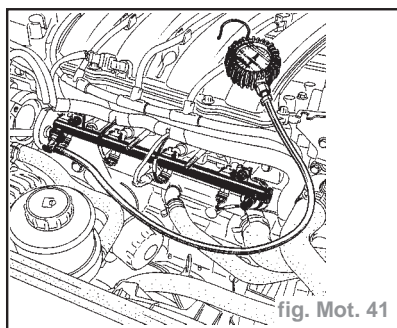

fig. Mot. 41
- Débrancher le conduit d'arrivée d'essence et y placer le raccord en «T» équipé de manomètre de contrôle (fig. Mot. 41) (outils Mot. 1311).